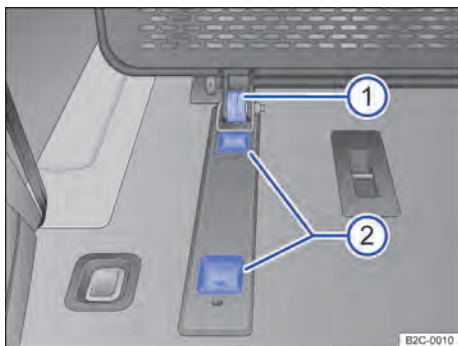

Fig. 154 Dans le compartiment de charge : point d'ancrage inférieur
2. Poussez la partie inférieure de la grille de séparation munie de la roulette → fig. 154 ① dans l'évidement arrière de l'ancrage ②.
2. Poussez la partie inférieure de la grille de séparation munie de la roulette → fig. 154 ① dans l'évidement avant de l'ancrage → fig. 154 ②.